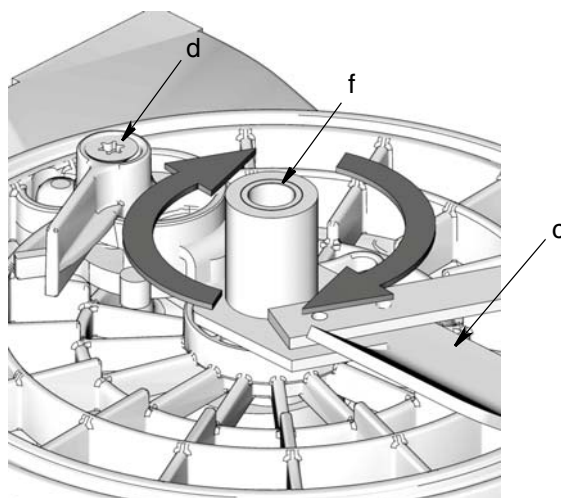

FIG. 5
2. Gire la paleta (c) **en sentido de las agujas del reloj** para aflojarla y retirarla de la base de la G3 (FIG. 5).